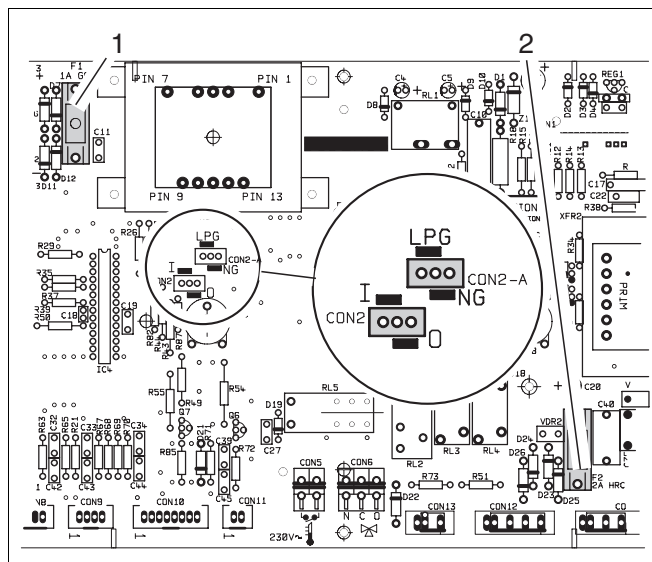

Рис. 22 Перевод на другой вид газа SIT-установка
- Переключить перемычку (рис. 22):
Легенда к рис. 22:
- Переключатель (рис. 22) остается в положении "LPG".